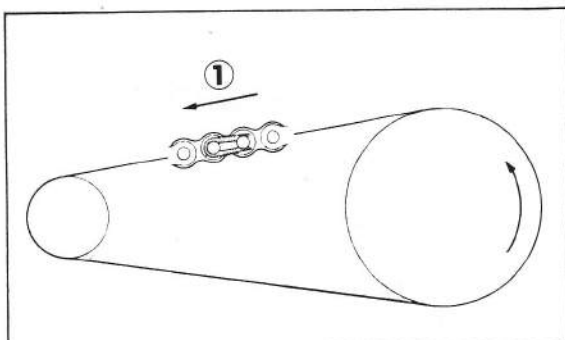

Figure 2-4 : ① sens du mouvement de la chaîne
1. Lors de la mise en place de la chaîne, veiller à ce que l'ouverture de l'agrafe soit dirigée dans le sens opposé à celui du mouvement de la chaîne (figure 2-4).